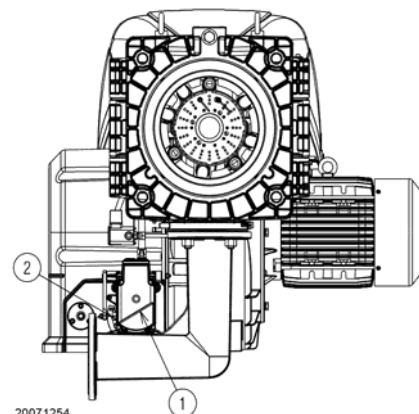

Рис. 30
Синхронизация смеси воздух/топливо происходит посредством сервопривода (1) (Рис. 30), который соединен напрямую с воздушными заслонками, и посредством кулачка с настраиваемым профилем (2) и специальной системы рычагов перемещает также дроссельную заслонку газа.